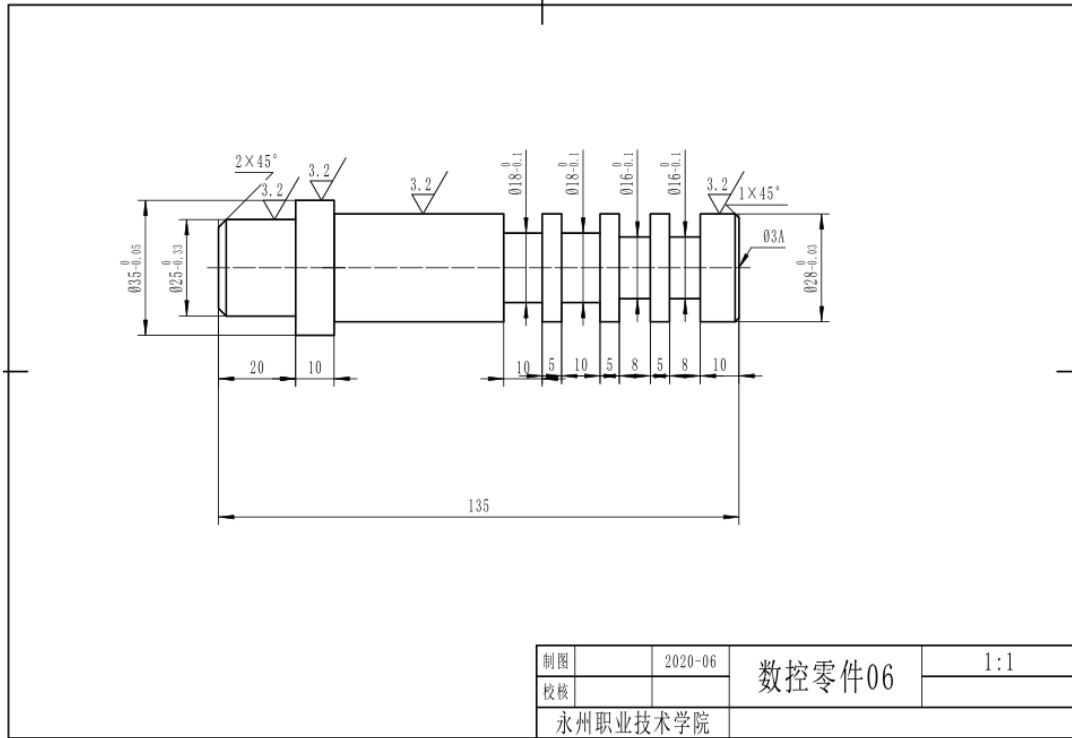

图 4-6 数控车零件 06
**任务 1:** 要求学生能按照相应的生产流程和作业标准完成图 4-6 零件的工艺编制, 并满足零件图的质量要求, 能正确填写相关工艺文件。
**任务 2:** 要求学生按照相应的生产流程和作业标准完成图 4-6 零件的加工, 并满足零件图的质量要求。毛坯尺寸:  $\phi 40 \times 148$  (单位 mm), 材料: 2A12 棒材。